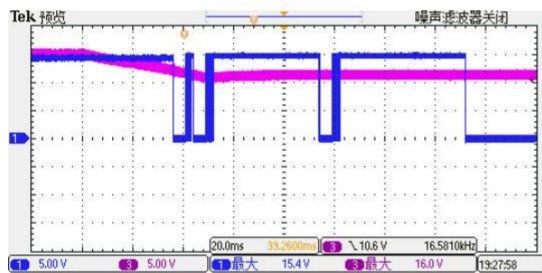

图 6 故障发生
1、欠压发生：FAULT 引脚连续输出两个“故障信号”，再置高 44ms；再输出一次“故障信号”，再置高 52ms。如图 6
2、欠压持续：副边欠压持续，则 FAULT 一直置低；如图 6